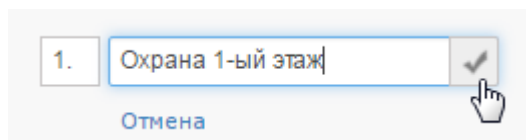

Рисунок 9.60 — Добавление раздела
- Укажите номер раздела и его название (рисунок 9.60). Нажмите на кнопку .